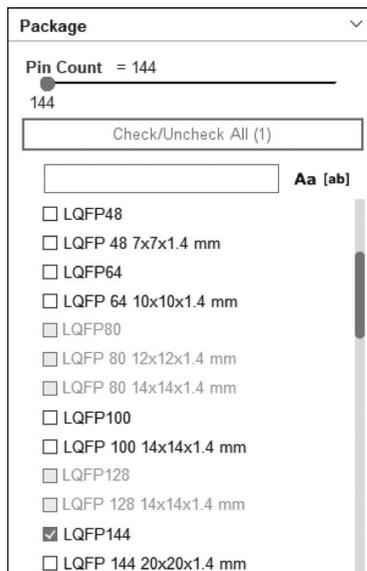

图 3-11 选择封装
④ Package(封装): 根据封装选择器件。用户可以根据已设置的其他条件缩小封装的选择范围。图 3-11 所示为封装列表的一部分。